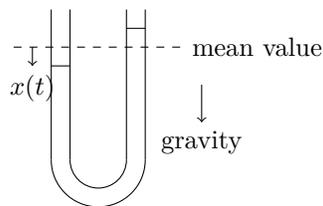

Figura 20.1: Manómetro U
1. In la figura 20.1 demuestre que la ecuación que gobierna la dinámica de oscilaciones de un fluido no viscoso es